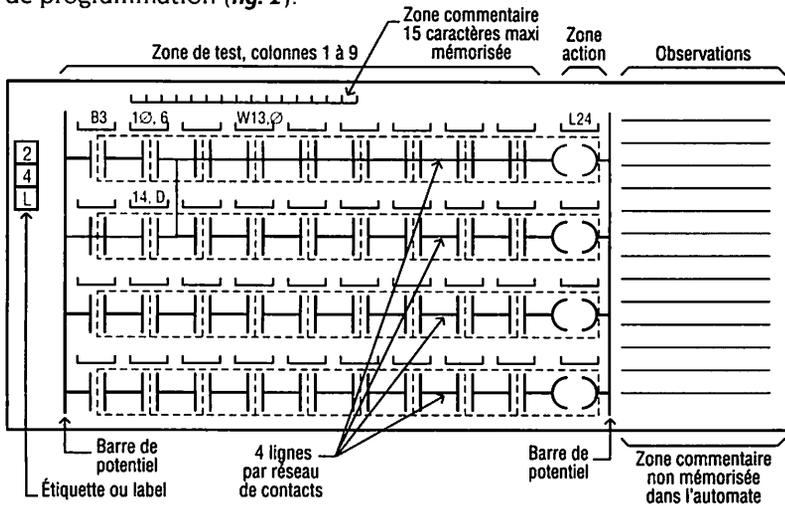
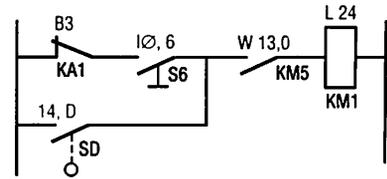

Fig. 2 : Représentation d'un réseau de contacts en PL 7-2.
Fig. 1 : Schéma à contact.
2.3. Structure d'un réseau de contacts (fig. 2)
Le schéma électrique (fig. 1) est représenté en rouge sur le formulaire de programmation (fig. 2).